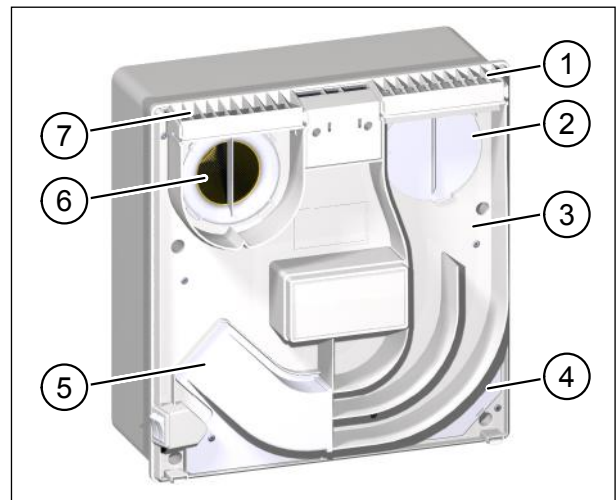

Abb. 7: Lüftungsgerät – Deckel abgenommen
- Das Lüftungsgerät muss so installiert werden, dass die Öffnungen für Abluft und Zuluft (Pos. 1 und Pos. 7 in Abb. 7 auf Seite 15) nach oben zeigen.